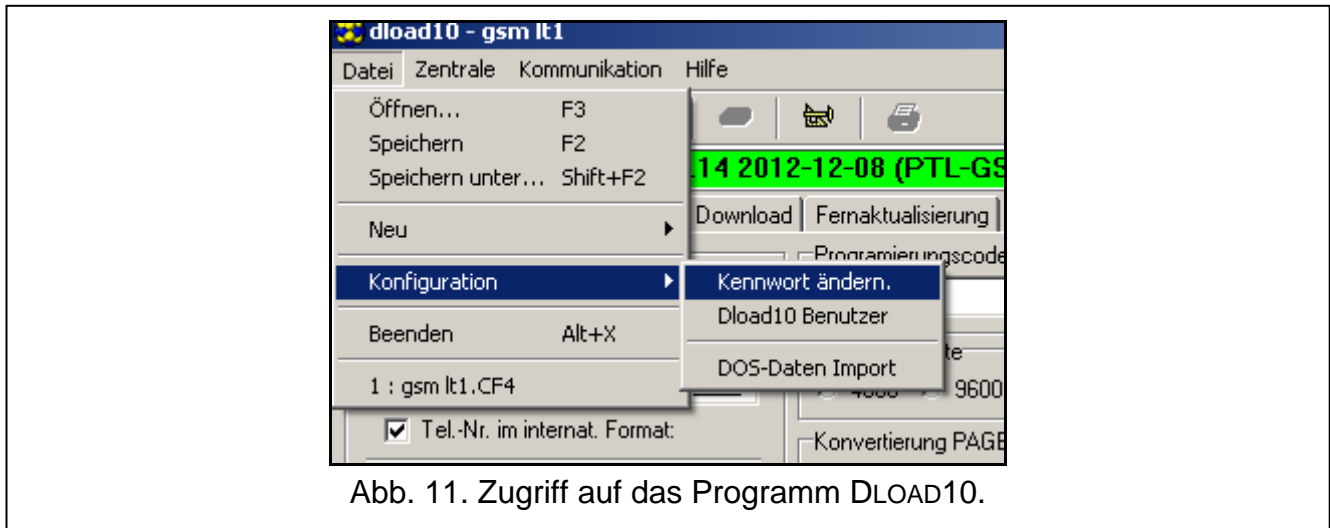

Abb. 11. Zugriff auf das Programm DLOAD10.
1. Im Menü „Datei“ wählen Sie „Konfiguration“, und „Kennwort ändern“ (siehe: Abb. 11).
Sie können auch zusätzliche Zugangskennwörter einstellen und die Berechtigungen definieren (im Menü „Datei“ wählen Sie den Befehl „Konfiguration“, und dann „Dload10 Benutzer“ – siehe: Abb. 11).